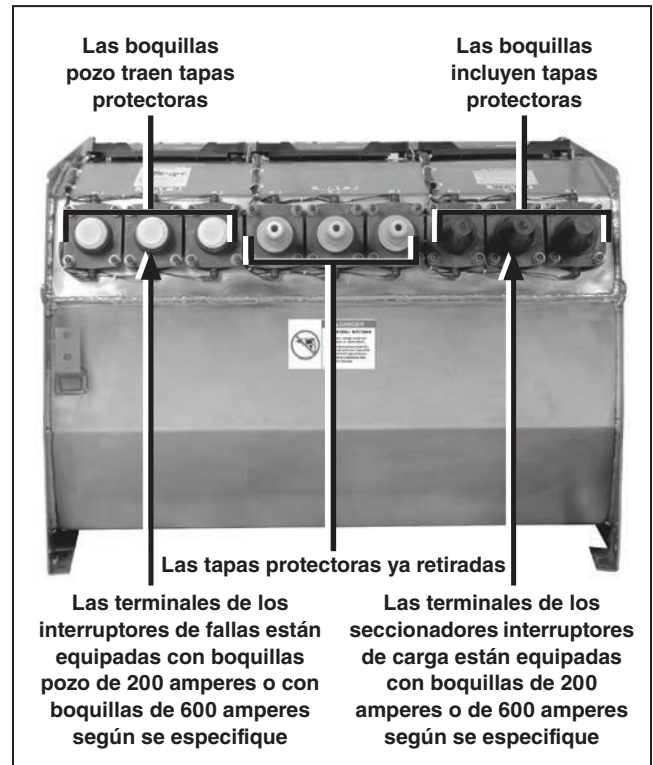

Figura 107. Tanque del interruptor Vista con tapas protectoras. (Se muestra la unidad manual con fines ilustrativos).
- PASO 1.** Quíteles las tapas protectoras para transporte a las boquillas y a las boquillas pozo. Ver Figura 107.